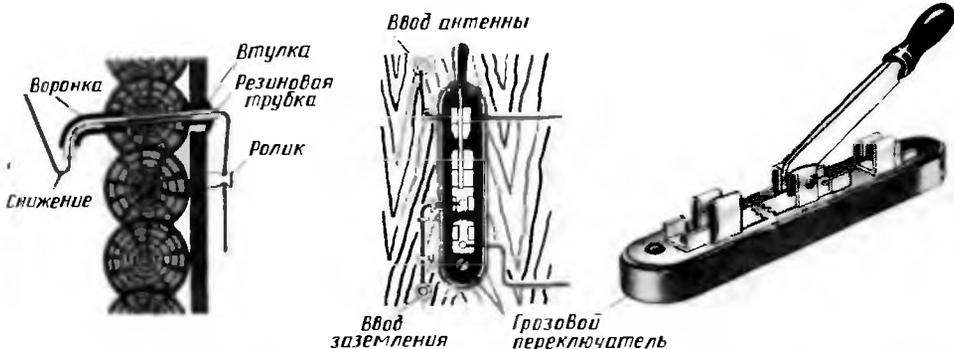

Рис. 26. Оборудование вводов антенны и заземления и установка грозового переключателя
**Вводы антенны и заземления.** В сельской местности для оборудования ввода наружной антенны кроме изоляционных материалов потребуется еще грозовой переключатель—небольшой рубильник с зубчатыми пластинками, образующими искровой промежуток. Провода снижения и заземления вводи внутрь комнаты через отверстия, просверленные в стене (рис. 26), оконной колоде или неоткрывающейся раме окна. Сверли их с небольшим наклоном в сторону улицы, чтобы через них в комнату не затекала дождевая вода. Возможно ближе